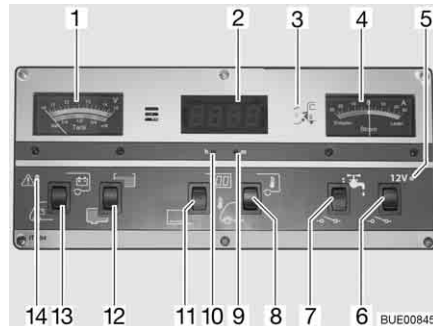

Fig. 136 Pannello di controllo IT 994
Per l'indicatore volt/serbatoio (Fig. 136,1) leggere la scala superiore. L'indicatore si illumina automaticamente appena viene premuto un interruttore.
- Premere l'interruttore a bilico (Fig. 136,13) in basso: Viene indicata la tensione della batteria di avviamento.
- Premere l'interruttore a bilico (Fig. 136,13) in alto: Viene indicata la tensione della batteria dell'abitacolo.
Per l'indicatore volt/serbatoio (Fig. 136,1) leggere la scala inferiore. L'indicatore si illumina automaticamente appena viene premuto un interruttore.
- Premere l'interruttore a bilico (Fig. 136,12) in alto: Viene indicato il livello del serbatoio dell'acqua.
- Premere l'interruttore a bilico (Fig. 136,12) in basso: Viene indicato il livello del serbatoio delle acque grigie.
La spia luminosa rossa ALARM (Fig. 136,14) inizia a lampeggiare non appena la tensione della batteria dell'abitacolo scende al di sotto di 11 V (misurazione durante il normale esercizio) con conseguente rischio che la batteria si scarichi troppo.
- Premere l'interruttore a bilico (Fig. 136,11) in alto: L'indicatore dell'orologio digitale si accende. L'indicatore per la temperatura è pronto al funzionamento.
- Premere l'interruttore a bilico (Fig. 136,11) in basso: L'indicatore dell'orologio digitale e l'indicatore di temperatura sono spenti.
- Premere con un oggetto sottile, p. es. con la punta di una matita, nell'apertura per l'indicazione delle ore (Fig. 136,10) finché non viene visualizzato il numero dell'ora desiderata.
- Premere con un oggetto sottile, p. es. con la punta di una matita, nell'apertura per l'indicazione dei minuti (Fig. 136,9) finché non viene visualizzato il numero dei minuti desiderato.
- Premere l'interruttore a bilico (Fig. 136,8) in alto: Viene indicata la temperatura interna.
- Premere l'interruttore a bilico (Fig. 136,8) in basso: Viene indicata la temperatura esterna.
Sullo strumento indicatore di corrente (Fig. 136,4) appare in permanenza la corrente attualmente erogata dalla batteria. L'indicatore si illumina automaticamente appena viene premuto un interruttore.
L'interruttore principale a 12 V (Fig. 136,6) inserisce o disinserisce il pannello di controllo e l'alimentazione a 12 V dell'abitacolo.
*Accensione:* ■ Premere l'interruttore a bilico (Fig. 136,6) in alto: L'alimentazione a 12 V dell'abitacolo è inserita. La spia di controllo (Fig. 136,5) diventa verde.
*Spegnimento:* ■ Premere l'interruttore a bilico (Fig. 136,6) in basso: L'alimentazione a 12 V dell'abitacolo è disinserita. La spia di controllo (Fig. 136,5) si spegne.
La spia di controllo a 12 V (Fig. 136,5) si accende non appena l'interruttore principale a 12 V (Fig. 136,6) viene inserito.
La spia gialla di controllo a 230 V (Fig. 136,3) si accende quando all'ingresso della centralina elettrica è presente una tensione di rete.
*Accensione:* ■ Premere l'interruttore a bilico (Fig. 136,7) in alto: L'alimentazione idrica è accesa.
*Spegnimento:* ■ Premere l'interruttore a bilico (Fig. 136,7) in basso: L'alimentazione idrica è spenta.